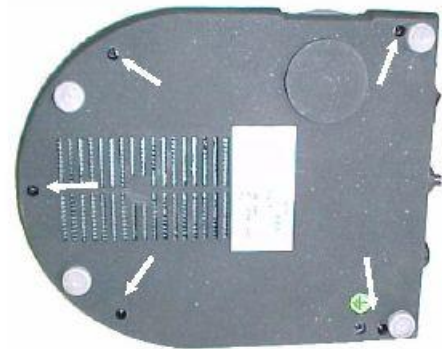

Fig. 5
- a. Coucher le microscope sur le côté avec précaution notamment en ce qui concerne l'oculaire (1)
- b. Dévisser complètement les 4 vis indiquées sur la figure 5.